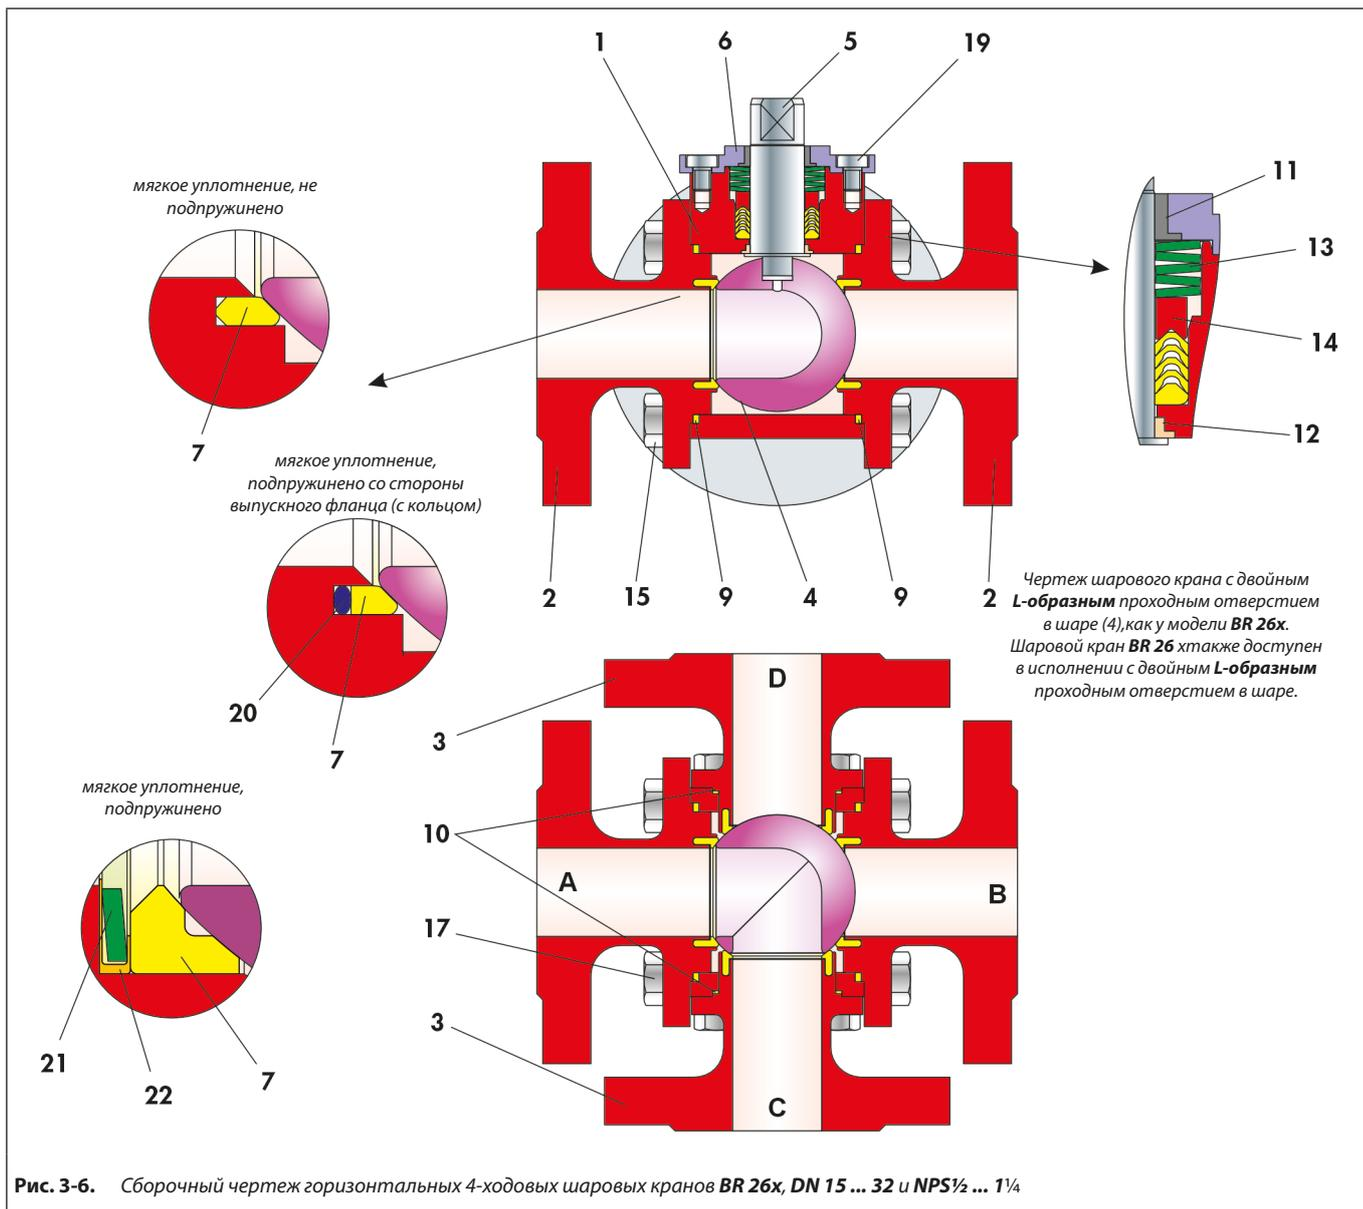

Рис. 3-6. Сборочный чертеж горизонтальных 4-ходовых шаровых кранов BR 26x, DN 15 ... 32 и NPS½ ... 1¼
– В зависимости от исполнения могут использоваться резьбовые шпильки (15) с гайками (16) или винты (15).
- ⇒ Поместите втулку подшипника (12) в соответствующее место в основном корпусе (1).
- ⇒ Вдавите вал управления (5) через установленную втулку подшипника (12) в основной корпус. Убедитесь, что вал управления может двигаться.
- ⇒ Слегка поверните V-образную уплотнительную манжету (14) так, чтобы ее было легче поместить на установленный вал управления (5), и вставьте манжету в соответствующее место
для уплотнения в основном корпусе (1). Расположение V-образных манжет показано на рис. 3-6.
- ⇒ Поместите тарельчатые пружины (13) на уплотнение. Положение тарельчатых пружин показано на рис. 3-6.
- ⇒ Вдавите втулку подшипника (11) во фланец сальниковой коробки (6).
- ⇒ Поместите фланец сальниковой коробки (6) через вал управления (5) в основной корпус (1).
- ⇒ Слегка смажьте винты (19).
- ⇒ Отрегулируйте фланец сальниковой коробки винтами (19).